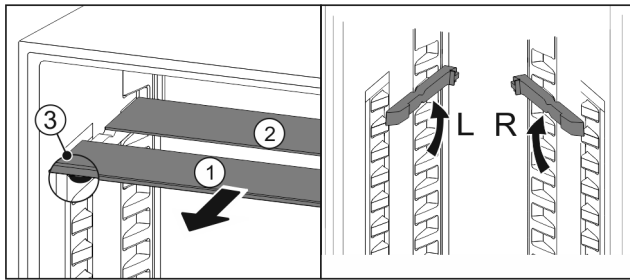

Fig. 54
- ▶ Trekk glassplatene enkeltvis fremover og ut Fig. 54 (1).
- ▷ Glassplate Fig. 54 (1) med pyntelist ligger foran.
- ▷ Stoppere Fig. 54 (3) peker nedover.